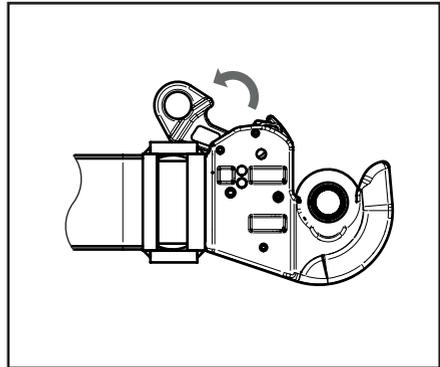

Abb. 5.18.12
8. Die Unterlenker freigeben und hierzu die Freigabehebel bis zum Anschlag nach hinten (Abb. 5.18.12) in die Öffnungsposition ziehen (festgestellte Position).